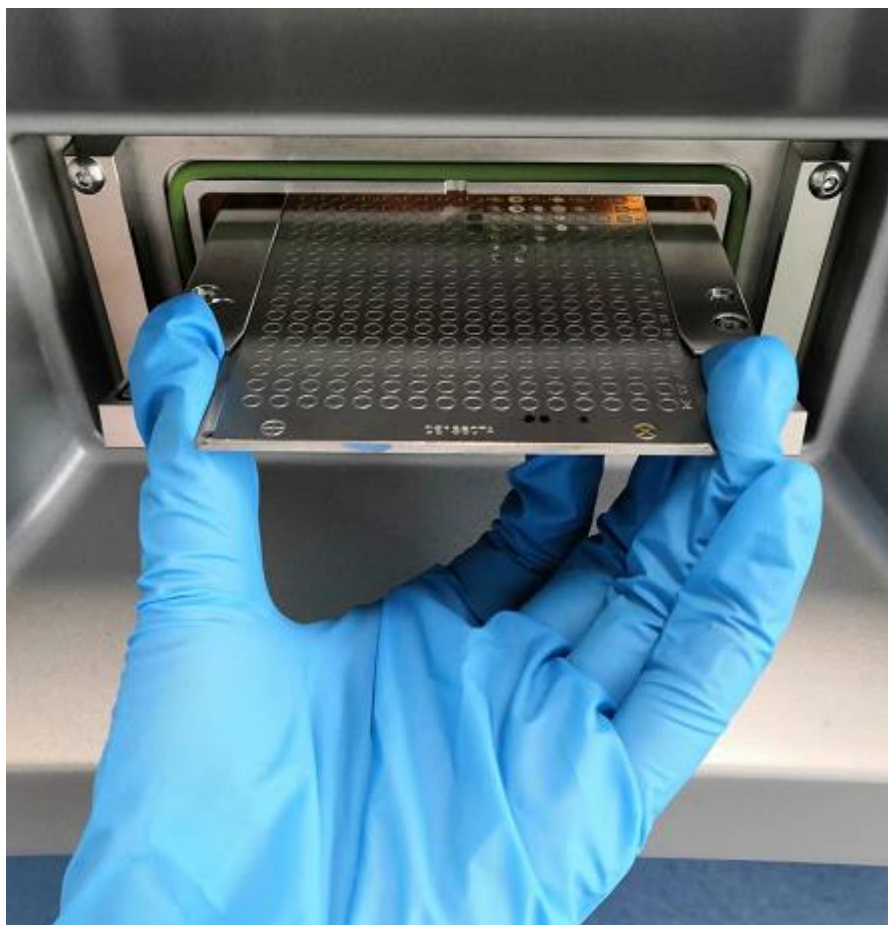

图 6-11
(2) 放靶板：如图 6-11 操作，戴手套移除靶板，握两侧或边缘。放入靶板时，斜角在右上方为正，将靶板边缘插入狭缝槽水平轻轻推入至另一宽边与样品托平齐即可。